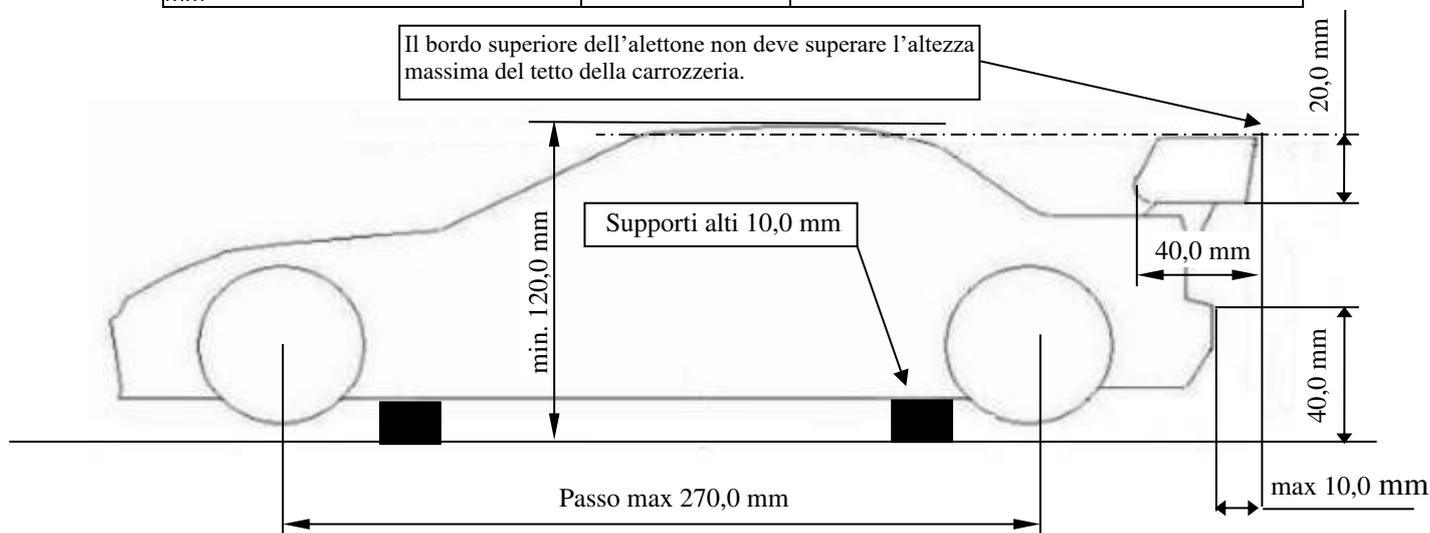

Figura 40: Dimensioni generali modello 1/10 Touring EP
- 9.01.08 Gli automodelli touring dovranno mantenere i seguenti valori di dimensione e peso (vedi Figura 40):